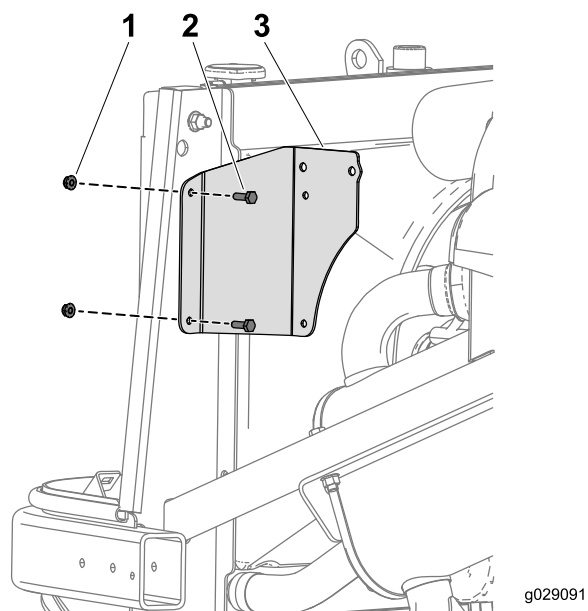

Figura 14
1. Instale o suporte utilizando dois parafusos ($\frac{1}{4}$ x $\frac{3}{4}$ pol.) e as porcas previamente removidas do suporte de expansão do radiador (Figura 14).